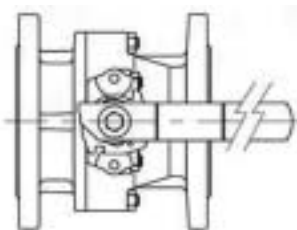

Fig. 1
- Durante l'immagazzinamento la valvola deve essere mantenuta completamente aperta per evitare il danneggiamento delle sedi di tenuta. fig. 1.